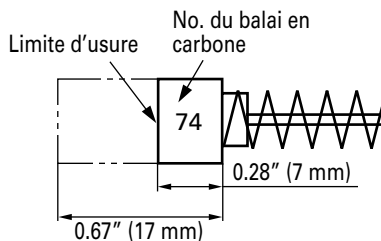

Fig. 11
- Contrôle des balais en carbone (Fig. 11)
Utiliser le balai en carbone HITACHI No. 74 indiqué sur la Fig. 11.